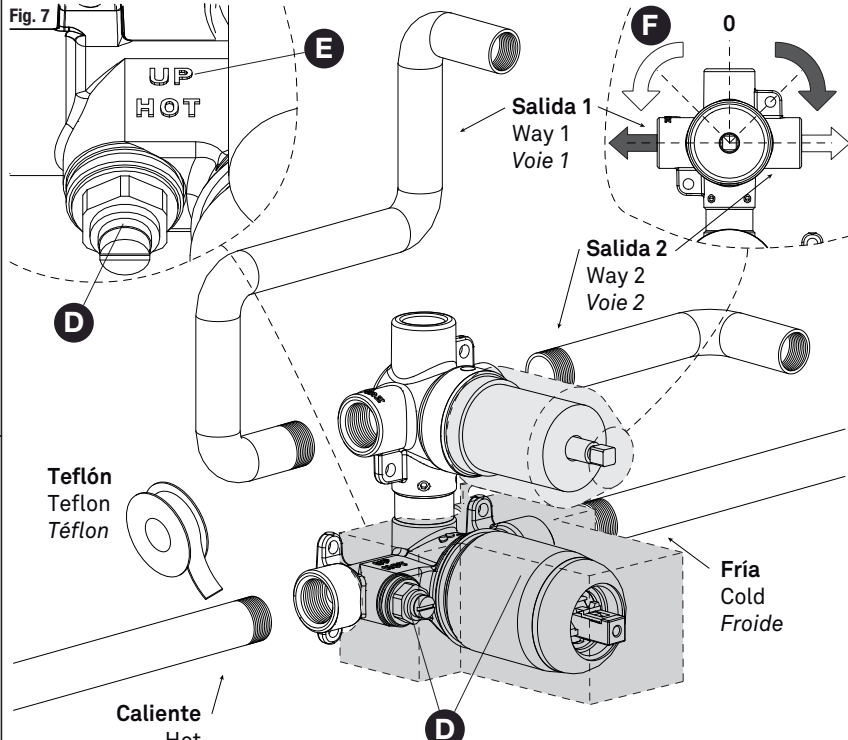

Fig. 7
3) Instalar el cuerpo con el indicador "UP" (D) hacia arriba. El agua caliente se conecta a la izquierda y el agua fría a la derecha. Instale las salidas a su gusto, teniendo en cuenta el diagrama (F). Use teflón en todas las conexiones de rosca (Fig. 7).
3) Install the valve with the "UP" indicator (D) pointing upwards. Hot water must be connected at the left and cold water at the right. Install the outlets considering the diagram (F). Please use teflon in all the threaded fittings (Fig. 7).
3) Installez le corps avec l'indicateur "UP" (D) vers le haut. La connexion de l'eau chaude se fait sur la gauche et la froide à droite. Installez les sorties à votre convenance, en tenant compte du schéma (F). Faire un joint de téflon sur toutes les connexions filetéés (Fig. 7).